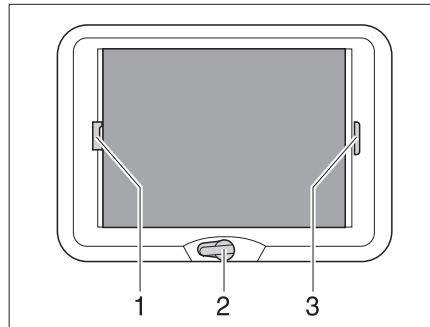

Fig. 33 Lanterneau à manivelle
- Tourner la manivelle (Figure 33,2) jusqu'à ce que la résistance soit perceptible (angle d'ouverture max. 70°).
- Tirer le dispositif occultant plissé par la poignée (Figure 33,3) et le relâcher lorsqu'il a atteint la position voulue. Le dispositif occultant plissé reste alors à cette position.
- Tirer sur la poignée (Figure 33,1) de la moustiquaire jusqu'à toucher la poignée du dispositif occultant plissé (Figure 33,3) située vis-à-vis et la faire s'enclencher.
- Appuyer vers le haut à l'arrière de la poignée de la moustiquaire (Figure 33,1) et décrocher la moustiquaire du dispositif occultant plissé (Figure 33,3).